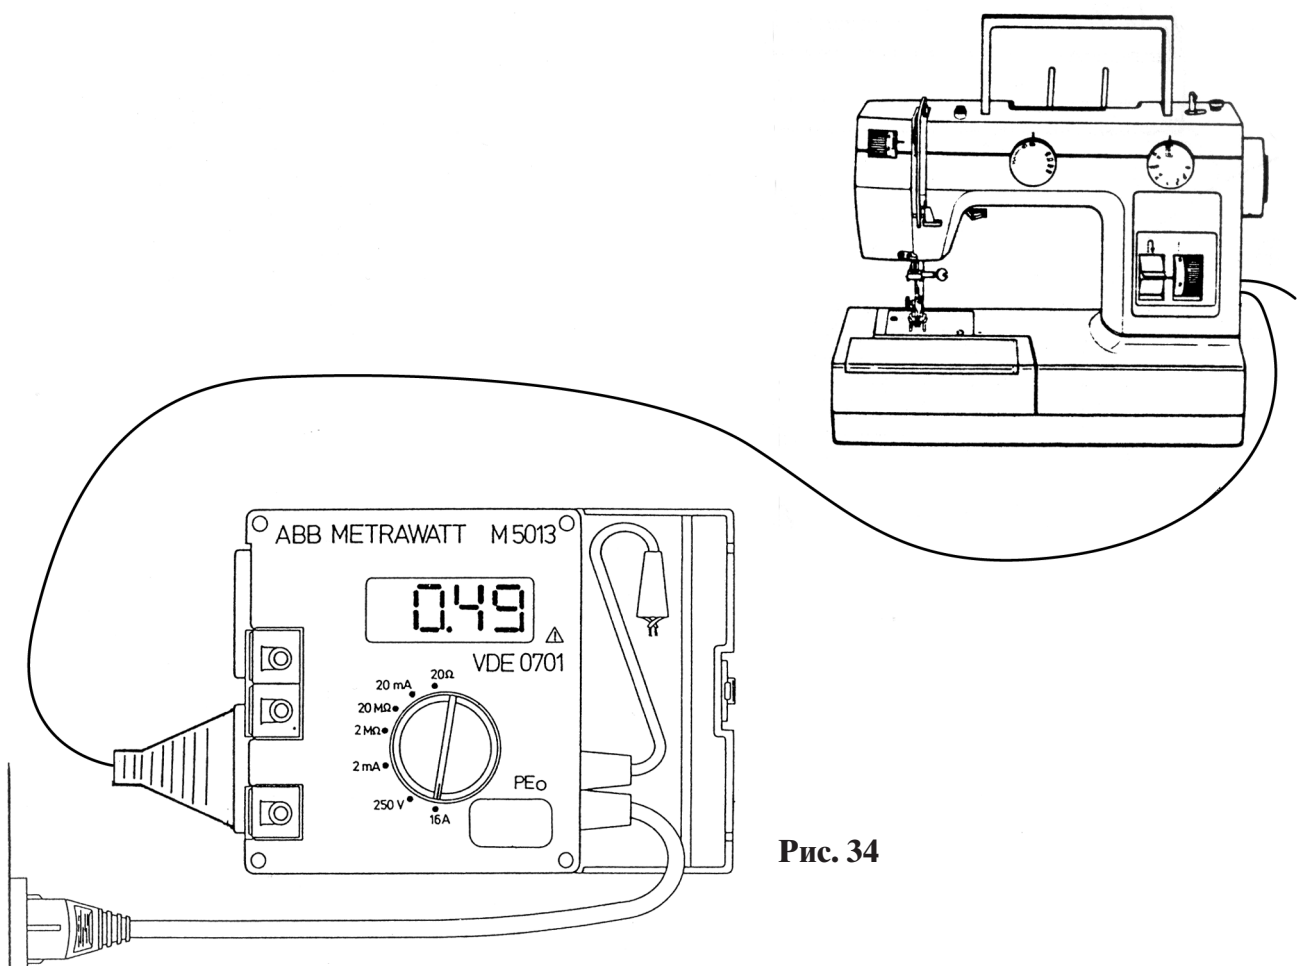

Рис. 34
- Переключатель измерительного диапазона установить на **16 A** (рис. 34).